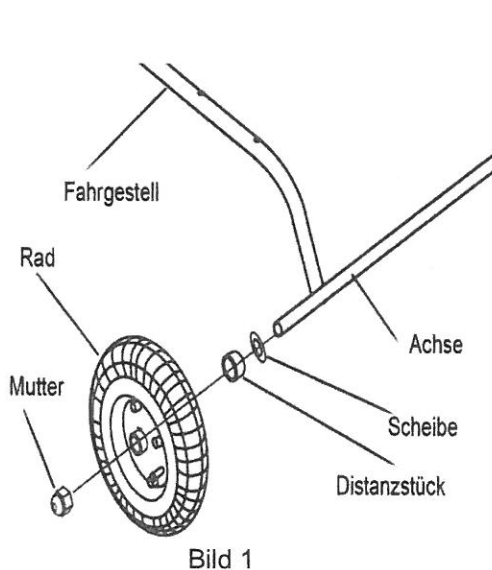

Bild 1
- 1.) Schieben Sie die Achse durch das Fahrgestell. Dann eine Scheibe und ein Distanzstück aufschieben. (Bild 1)
Ein Axial-Ventilator (Schraubenflügel), auf der verlängerten Motorwelle angebracht, bewirkt die stündliche Luftleistung des Gerätes. Ein Teil dieser Luft gelangt über Leitbleche und Schlitze in die Brennkammer. Zweckmäßig geformte Lamellen des Düsenkorbes lassen die eintretende Luft um die Düse wirbeln. Die dadurch erzielte gute Vermischung von Brennstoff und Luft gewährleistet eine vollständige Verbrennung. Die restliche Ventilatorluft umstreicht die Brennkammer, wird erwärmt und vermischt sich im Austrittskonus mit der aus der Brennkammer austretenden überhitzten Luft zu einem heißen Luftstrom (Bild 1).